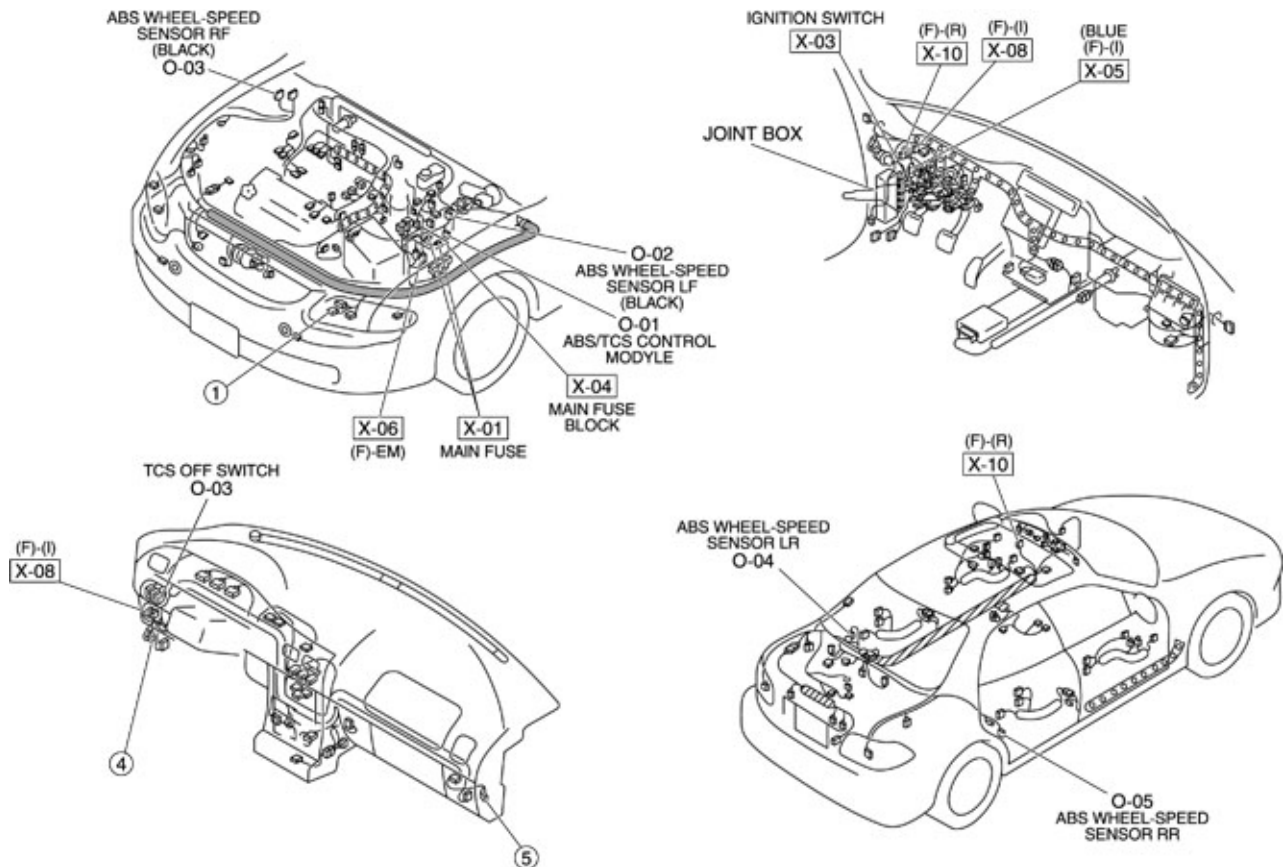

Рис. 14. Размещение компонентов ABS/TCS на кузове
2. Разъединить разъемы подключения WSS в бортовую электропроводку (см. рис. 14) и измерить сопротивление датчиков. Его величина должна составлять 1,28...1,92 кОм. При отклонении от нормы необходимо заменить датчик.
3. Освободить колеса автомобиля любым способом. Разъединить разъемы подключения WSS в бортовую электропроводку. С помощью осциллографа проверить переменное напряжение на выходе каждого WSS. Колесо надо вращать со скоростью более 1 об/сек. Амплитуда напряжения должна быть не менее 0,23 В (AC). В противном случае следует заменить отказавший WSS.
- нарушение электрических соединений (или КЗ) в системе, кстати, очень характерное для «Мазды-626» 1997–2000 г.в. (см. рис. 14). Разъем расположен горизонтально и легко «напивается» любой попадающей на него жидкостью (последствия – выход из строя блока стоимостью \$350); рекомендуется дополнительно загерметизировать